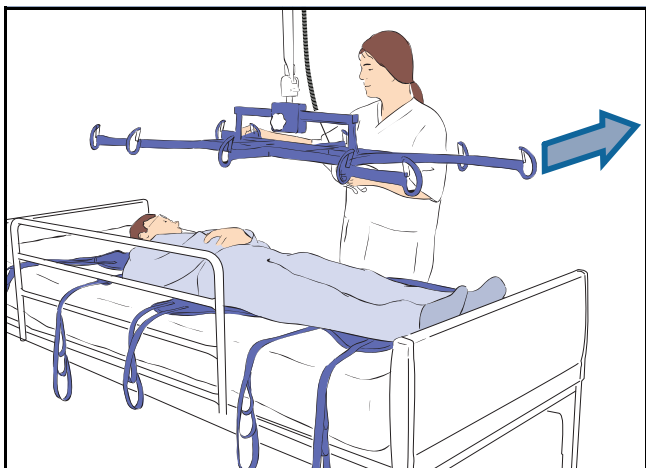

Fig. 17
12) Afaste o suporte do paciente (consulte a Fig. 17).